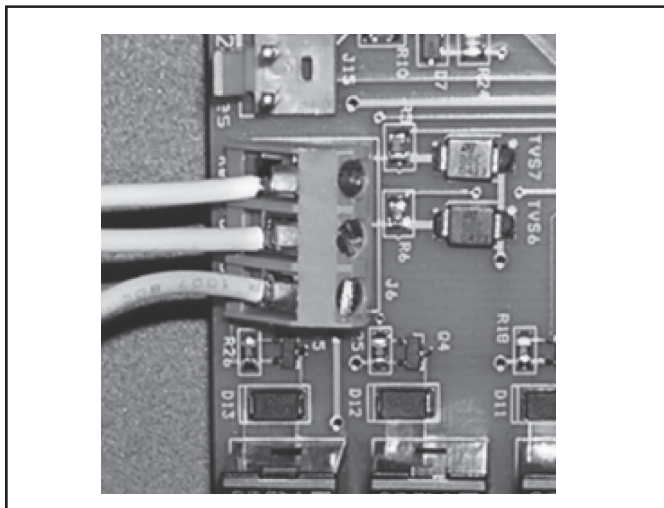

Figure 10a. Connexion à distance Piscine-Arrêt-Spa (Connexion à 3 fils)
4. Connecter le câblage du système de contrôle de la piscine/du spa à la borne de télécommande de la thermopompe (voir Figure 10a).